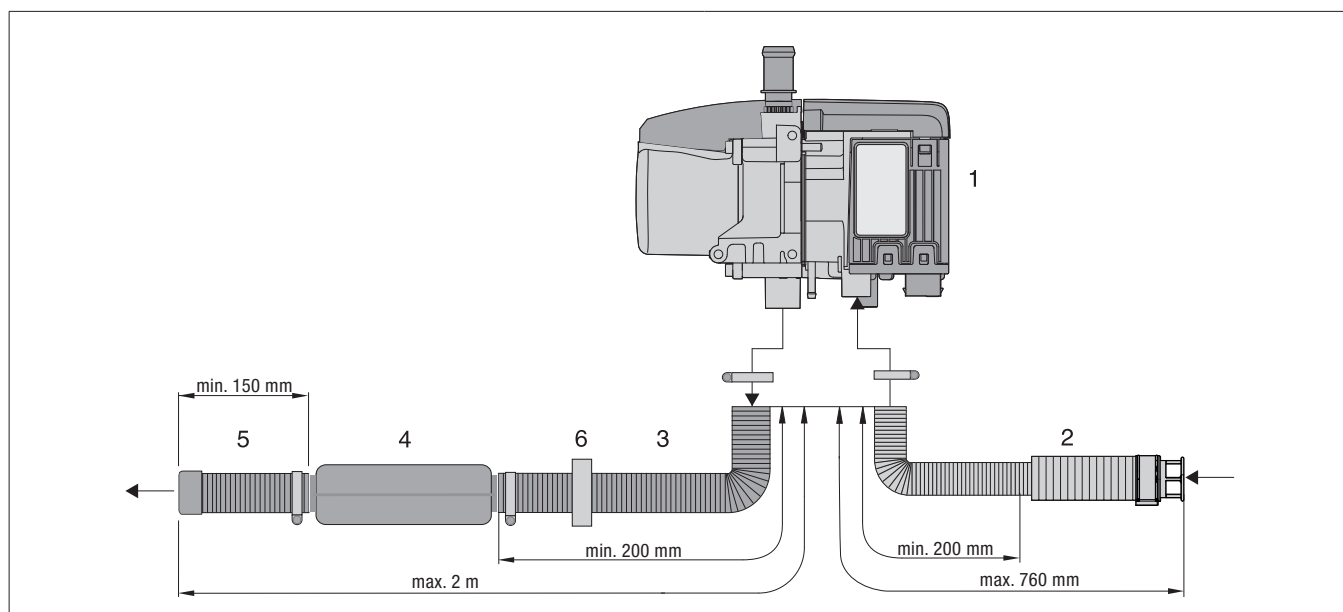

Bild 18
- Sätt på det flexibla röret från ljuddämparen för förbränningsluftinsuget på värmarens förbränningsluftstuts och fäst det med en slangklämma (åtdragningsmoment $3^{+0.5}$ Nm), se Bild 18.